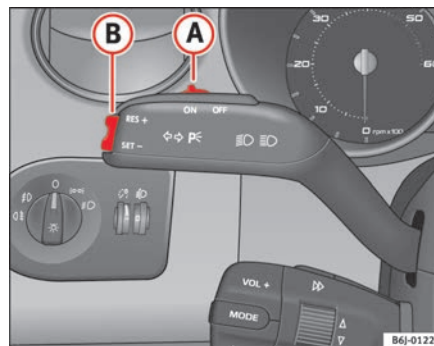

Abb. 104 Blinker- und Fernlichthebel: Schalter und Wippe für die Geschwindigkeitsregelanlage
- Drücken Sie den unteren Teil der Wippe **SET** ⇒ Seite 155, Abb. 104 **(B)** einmal kurz, wenn die zu speichernde Geschwindigkeit erreicht worden ist.